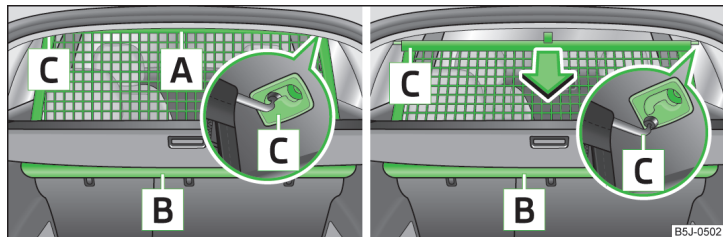
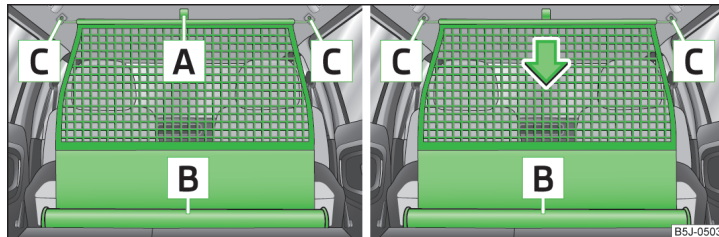

Fig. 70 Extragerea / rularea în sus a peretelui despărțitor din plasă
Fig. 71 Extragerea / rularea în sus a peretelui despărțitor din plasă
- Asigurați-vă că bara transversală este introdusă în locașurile **C** » fig. 70 la pagina 76, respectiv » fig. 71 la pagina 76 în poziția cea mai din față!
- Trageți peretele despărțitor de chinga **A** » fig. 70 afară din carcasa **B**, în direcția prinderilor **C**.
- Trageți puțin în spate bara transversală, mai întâi pe o parte, apoi pe partea cealaltă, și scoateți-o din prinderile **C** » fig. 70.
- Trageți peretele despărțitor de chinga **A** » fig. 71 afară din carcasa **B**, în direcția prinderilor **C**.
- Trageți puțin în spate bara transversală, mai întâi pe o parte, apoi pe partea cealaltă, și scoateți-o din prinderile **C** » fig. 71.